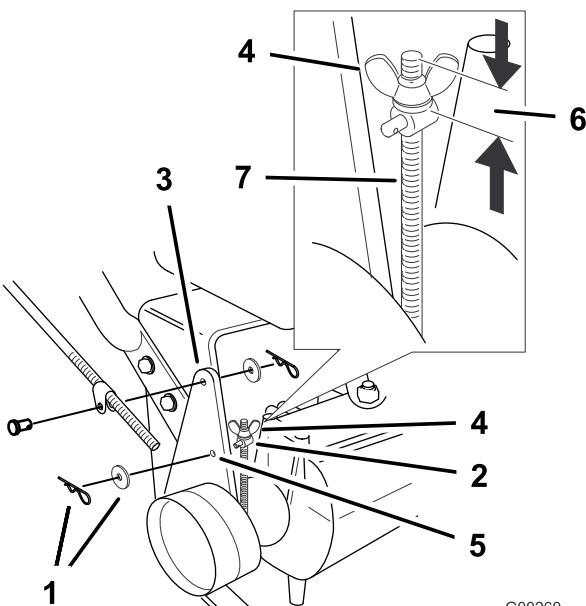

Figura 45
Nota: Para el ajuste inicial, ajuste la tuerca de orejeta hasta que se encuentre a 32 mm (1-1/4 pulg.) de la parte superior de la varilla (Figura 45).
- Para ajustar el freno, retire el pasador de horquilla y la arandela de la palanca del freno y el collar (Figura 45).
- Instale el collar en el taladro F (Figura 45). Apriete la tuerca de orejeta.
- Fije el collar a la palanca de freno con la arandela y el pasador de horquilla (Figura 45).